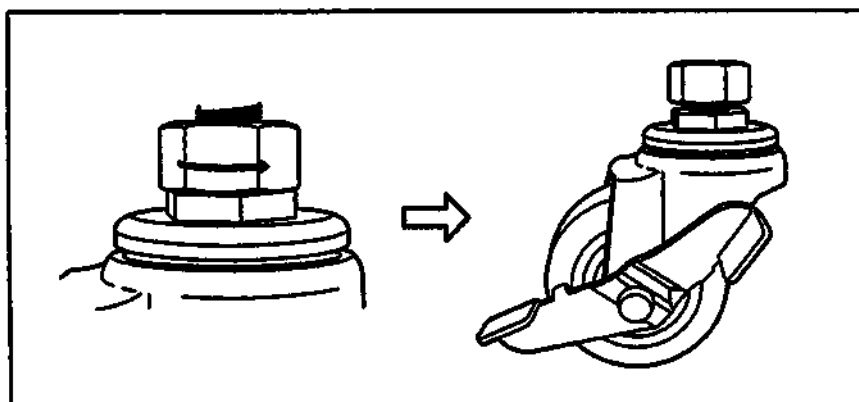

Рис. 4.34
3. Поверните верхнюю гайку каждого ролика в указанном направлении до упора для фиксации установленной высоты (см. рис. 4.34).